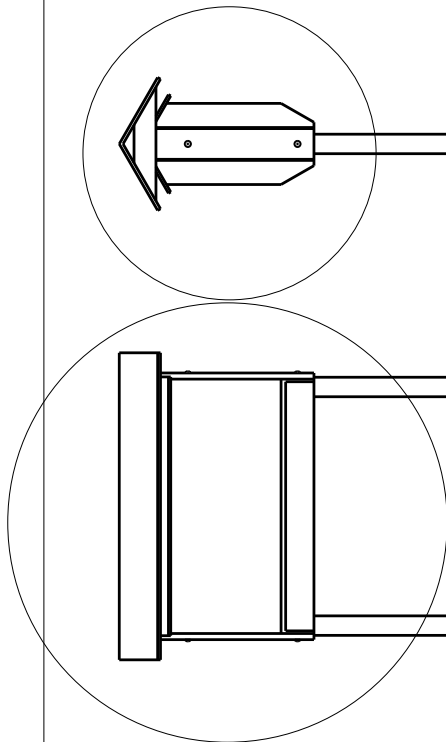

Afb.5
- 6** Monteer het stalen anker onder aan de palen op ongeveer 75 cm. Monteer ook eventueel een tweede - tijdelijke- hijsbalk, ongeveer in het zwaartepunt van de hele assemblage. Gebruik hier beschermend materiaal om de stalen buizen niet te beschadigen (Afb. 5).